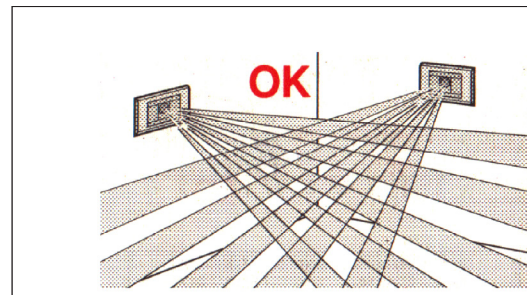

Fig. 1
- Non installare sopra o vicino a fonti di calore e alla luce diretta del sole (Fig. 1).